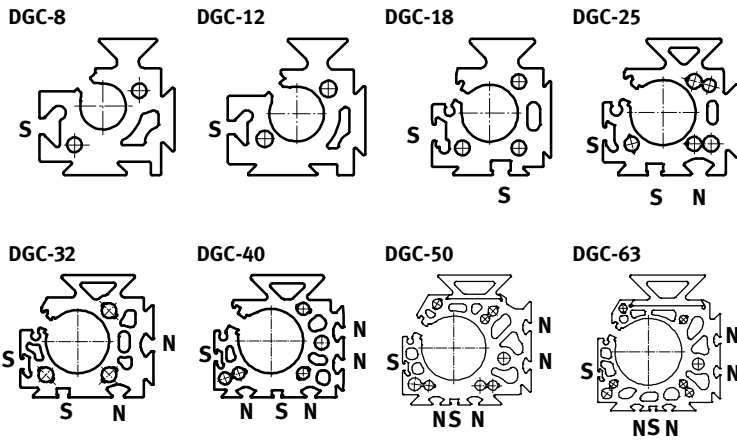

Fig. 16
- Use las ranuras (S) de la Fig. 16 para fijar los detectores de proximidad.
• Utilice las ranuras según la Fig. 16 para fijar los accesorios.